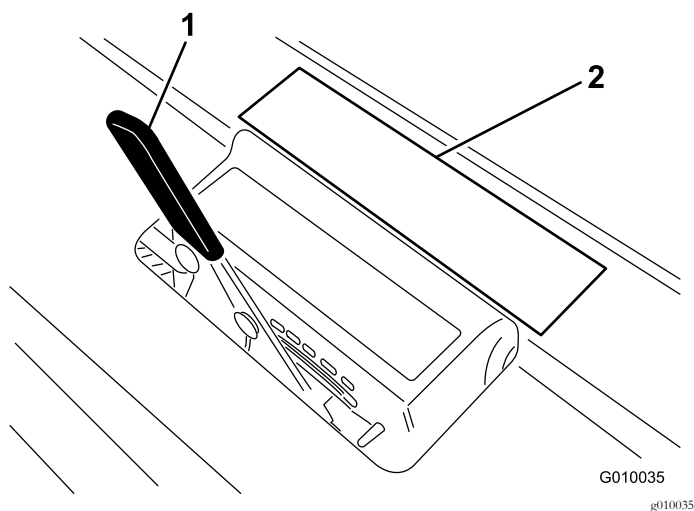

Figura 27
3. Coloque el taladro sobre la pegatina de profundidad de los taladros (Figura 27) con un extremo alineado con la profundidad de aireación deseada (ver la silueta del taladro en la pegatina).